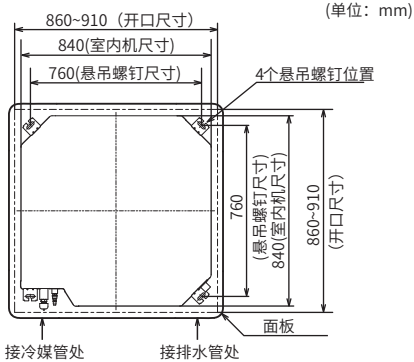

图25-1 天花板开口及悬吊螺栓位置
- (2) 如图25-1，在吊顶上开孔用于安装室内机。
- (3) 确保吊顶水平，否则冷凝水无法排出。
- (4) 加强吊顶的开孔部。